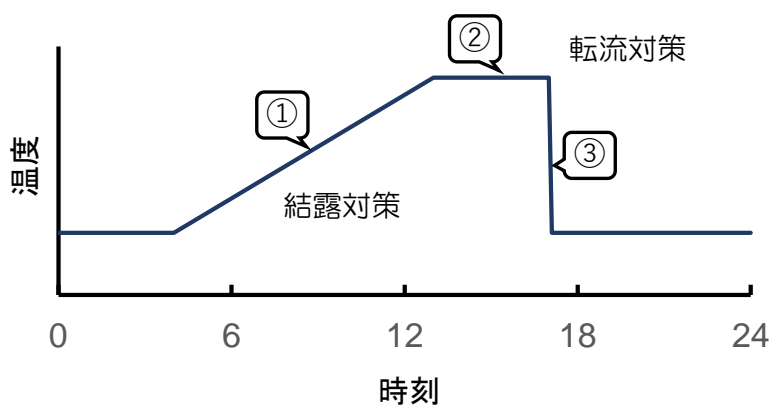

図2 変温管理のイメージ
変温管理とは、1日のなかで設定温度を変化させる管理です。元々は暖房費の抑制を狙って開発された技術ですが、現在は転流の促進や結露による障害果発生の防止の点からも変温管理が重要視されています(図2)。果実は水の塊であり、葉より温まりにくく冷えにくい特徴があります。そのため、①夜明けから午前中までは設定温度を徐々に高めていくことで、果実への結露発生を抑制します(結露は病気や果実の割れの一因)。②転流不足になりやすい午後は転流を促すために設定温度を高めます。③光合成で作られた糖は温度が高い部位に優先して分配されます。そこで、設定温度を一気に下げることで果実の温度が葉の温度よりも高くなり、果実への糖の集積が促進されます。以上のように変温管理を適切に行うことで果実の充実が図られるとともに、燃料コストや病気の抑制も可能となります。